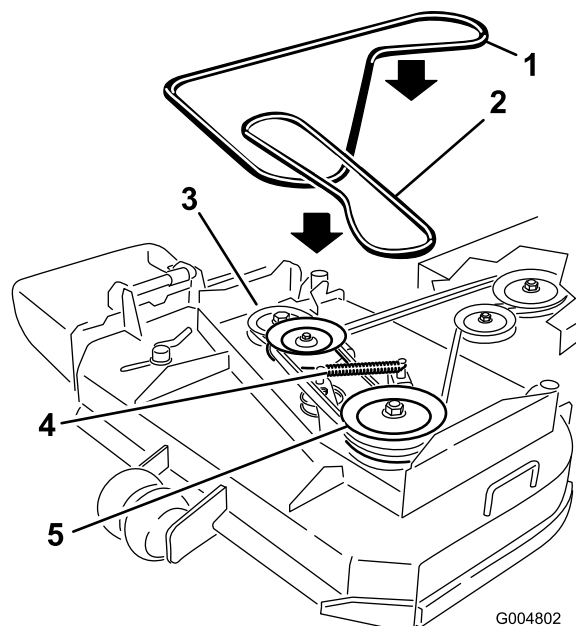

Figura 37
6. Scollegate la molla del braccio di rinvio per rilasciare la tensione sul braccio di rinvio e sulla puleggia tendicinghia, quindi togliete la cinghia del tosaerba consumata (Figura 37).
7. Montate la nuova cinghia del tosaerba attorno alle due pulegge del mandrino esterne, alla puleggia tendicinghia, e nella scanalatura inferiore della puleggia del mandrino doppia (Figura 37).
8. Collegate la molla del braccio di rinvio (Figura 37).
10. Regolate la guida della cinghia a 3 mm dalla cinghia (Figura 37).